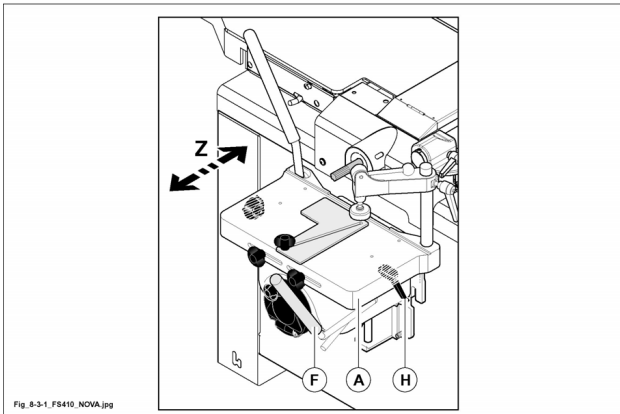

Fig. 8.3-1
- Per fori non passanti occorre registrare la corsa del pianetto (A fig. 8.3-1) in profondità (asse Z):
- provare la corsa in avanti tramite la leva (F fig. 8.3-1) e bloccare la battuta di profondità serrando la leva (H fig. 8.3-1).